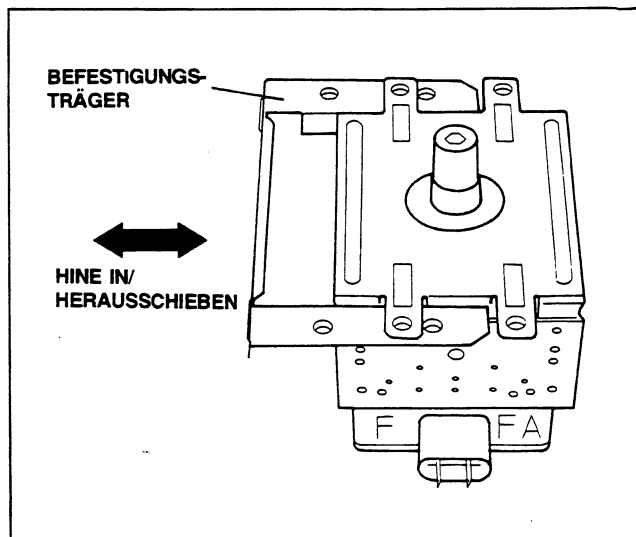

Abb. 8
- Nehmen Sie den Befestigungs-Träger von Magnetron ab und installieren Sie ihn auf dem neuen Magnetron. (**Abb. 8**)
- Nehmen Sie den Befestigungs-Träger vom Magnetron ab und installieren Sie ihn auf dem neuen Magnetron (**Abb. 8**).
Schließen Sie die beiden Drähte für die Heizung des Magnetrons in der richtigen Position an. Der Draht mit der blauen Klemme muß an der "FA-Klemme" und der weiße oder rosa Draht muß an der "F-Klemme" angeschlossen werden. (Siehe **Abb. 8**)